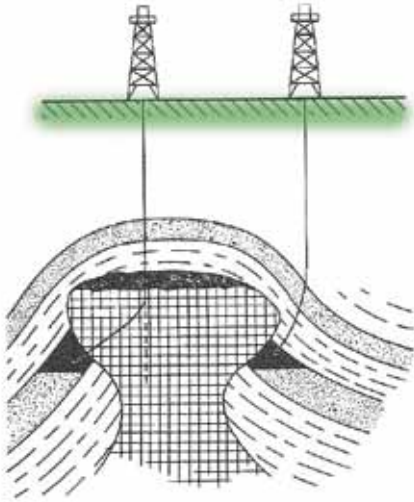

Figura 4. Perforación de domos salinos.
- d. Perforar domos salinos (figura 4).